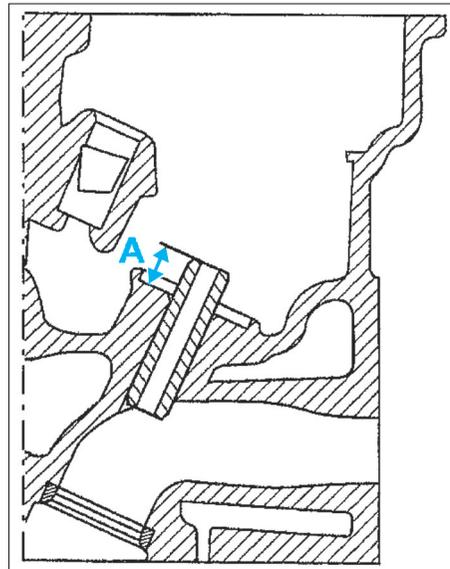

FIG. 1
Dépassement (A) des guides/facès inférieures d'appui des ressorts de soupapes (fig. 1) :